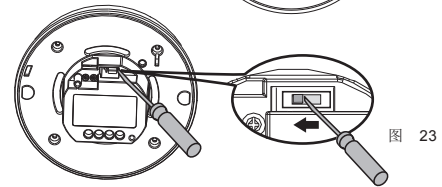

图 23
4.2.1.3 感应到移动时，CCT551011/CCT551012 会发送 C 总线控制信号，以便控制打开 C 总线系统的负载（见图 23）。输出为共集电极，以便用于带有辅助输入的 C 总线单元。